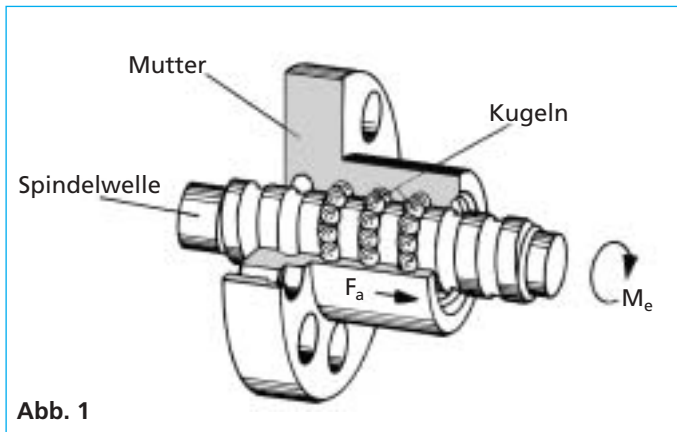

Abb. 1
- (A) Wirkungsgrad für Kugelgewindetriebe nach Abb. 1
- Ⓐ Ball screw efficiency as per Fig. 1